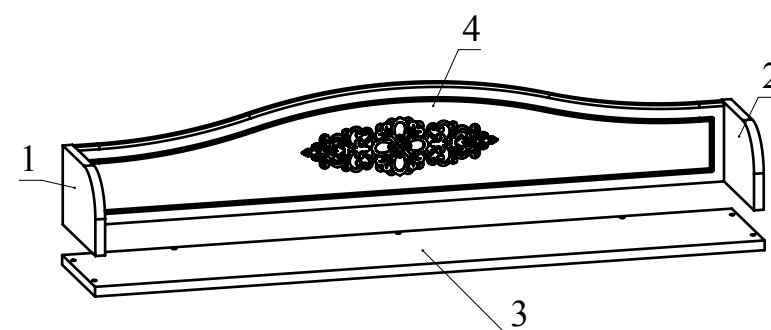

Рис.4
5. Установите деталь 4 между деталями 1 и 2 и зафиксируйте, повернув головки минификсов по часовой стрелке до упора (Рис. 4).
6. Установить деталь 3 на детали 1, 2, 4 и закрепить при помощи конфирматов (Рис. 4).